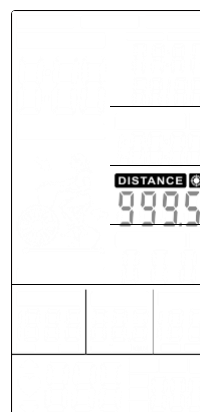

Abbildung 37
① Drücken Sie im Standby-Modus (Standby mode) die Taste „Zielwert der Distanz“ (Target Distance). DISTANCE beginnt zu leuchten und ein Signal (1s) ertönt.
② „Die zurückgelegte Strecke“ (DISTANCE) blinkt. Drücken Sie UP und DOWN, um den Wert einzustellen (Abbildung 37). Drücken Sie ENTER, um die Einstellungen zu bestätigen. Ein Signal ertönt und dauert 1 Sekunde. DISTANCE leuchtet.